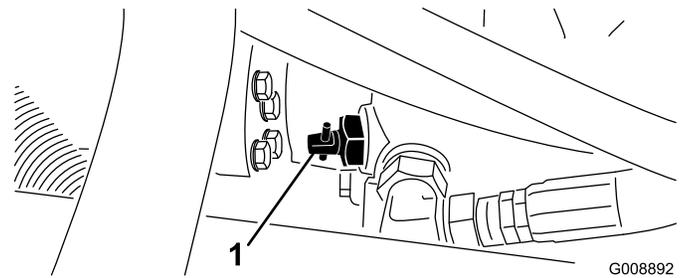

Figura 31
1. Localize a válvula de derivação na bomba (Figura 31) e rode-a 90°.